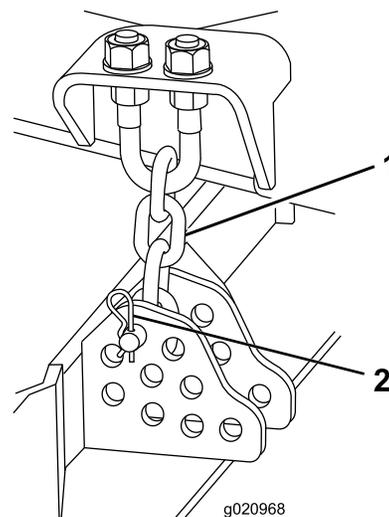

Figura 17
5. Togliete la coppiglia e il perno con testa che fissano le catene dell'altezza di taglio sul retro dell'apparato di taglio (Figura 17).